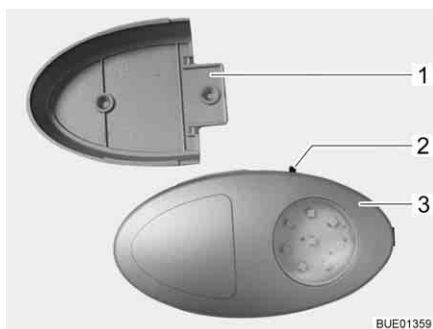

Fig. 45 Luce armadio guardaroba
- ▷ È possibile estrarre la luce armadio guardaroba dal supporto a vite (Fig. 45,1) e utilizzarla come torcia elettrica.
L'interruttore di accensione/spegnimento (Fig. 45,2) è montato direttamente sulla luce armadio guardaroba (Fig. 45,3).